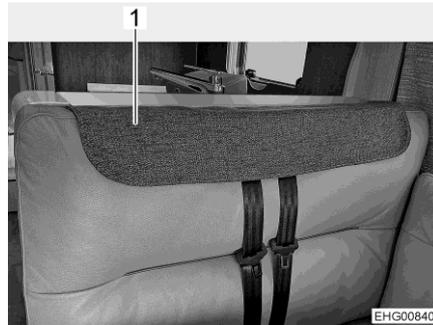

Bild 91 Sicherheitsgurtverkleidung angebracht
Wenn das Fahrzeug aufgestellt ist, können die Kopfstützen vom Rückenpolster der Sitzbank abgenommen werden, um ein bequemes Sitzen zu ermöglichen. Die Öffnungen für die Kopfstützen und der Ausschnitt für die Sicherheitsgurte können dann mit einer Sicherheitsgurtverkleidung (Bild 91,1) abgedeckt werden.
- Sicherheitsgurtverkleidung über dem Ausschnitt für die Sicherheitsgurte anbringen (Bild 91).